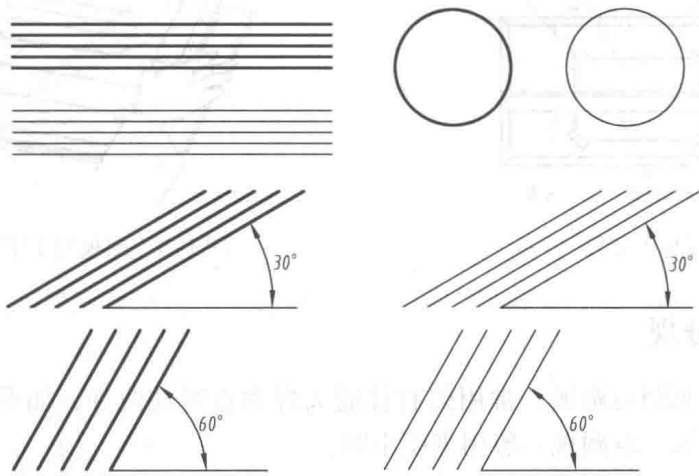

图 1-8 示例
- (1) 按规定对 H、HB、B 的铅笔进行削切。
- (2) 按要求装配圆规。
- (3) 综合运用图板、丁字尺、三角板画线及圆（如图 1-8 所示）。
- ① 把图纸装贴在图板上；
- ② 配合丁字尺和三角板画若干根水平、垂直和倾斜的粗实线和细实线；
- ③ 用圆规画若干个圆。